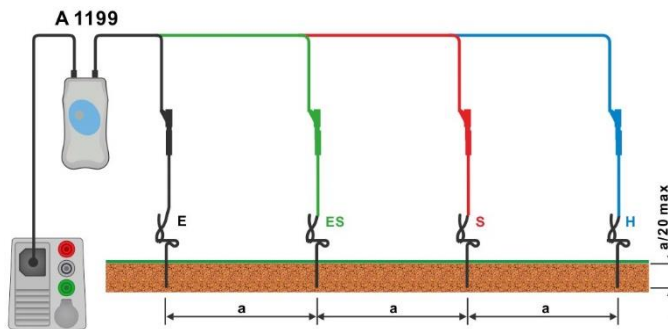

Figura 7.76: Mediciones de resistencia de tierra específica
- Conecte las puntas de prueba a las sondas de tierra, vea la **Figura 7.76**.